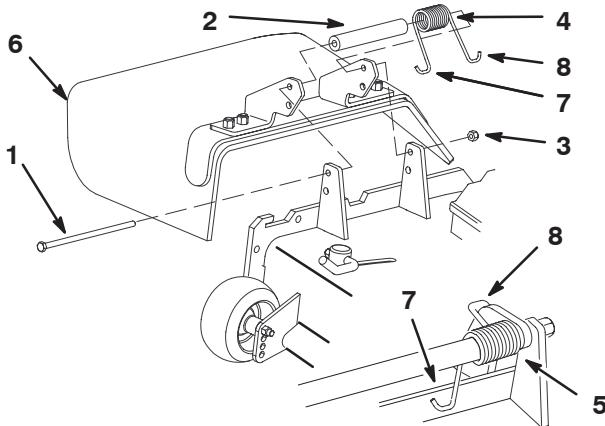

Bild 1
- Legen Sie das Distanzstück und die Feder zwischen die Ablenkblechhalterungen (Bild 1). Positionieren Sie das linke Hakenende der Feder hinter der Kante des Mähwerks.
Hinweis: Stellen Sie sicher, dass sich das linke Hakenende der Feder hinter der Mähwerkskante befindet, bevor Sie die Schraube einführen, siehe Bild 1.
- Setzen Sie die Schraube und Mutter ein. Legen Sie das rechte Hakenende der Feder um das Ablenkblech (Bild 1).